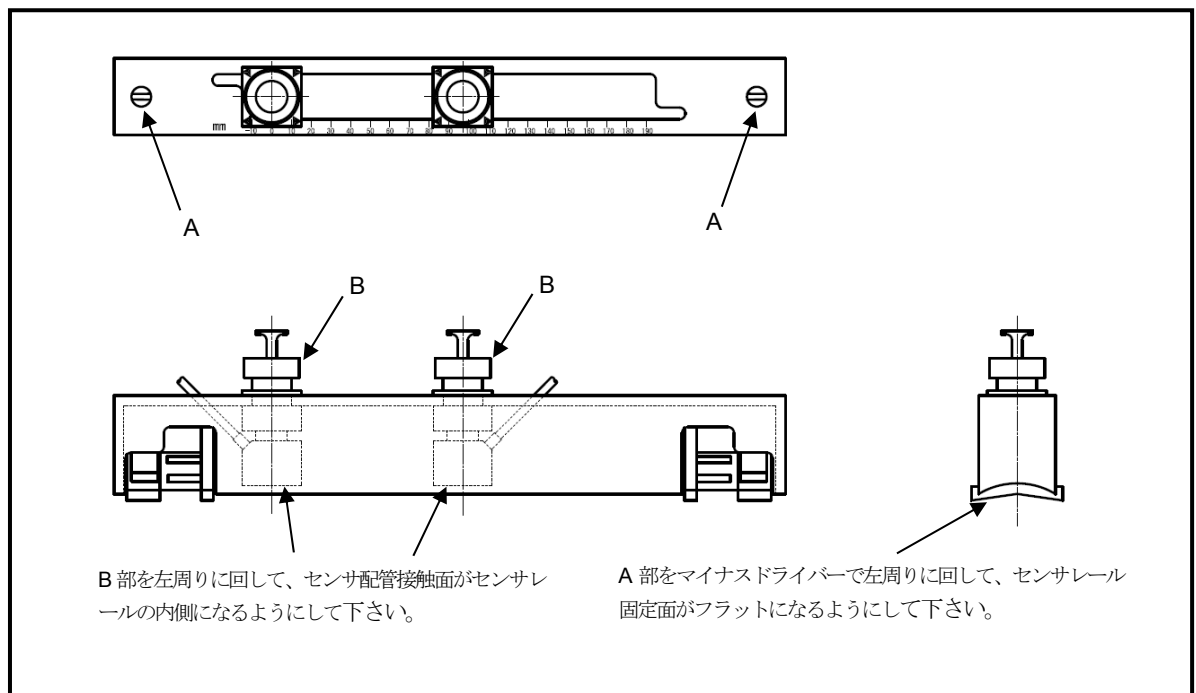

図 6.1
- 1) 図 6.1 のようにセンサの配管接触面とセンサレール配管固定面を適切な位置にしてください。